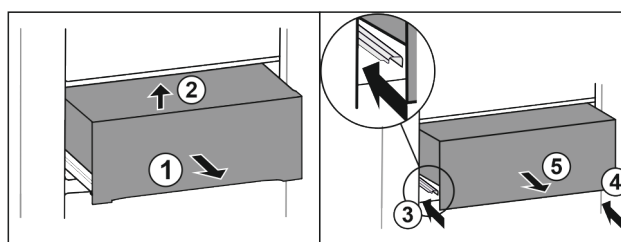

Fig. 31
- ▶ Extrageți pe jumătate sertarul Fig. 31 (1).
- ▶ Ridicați în față Fig. 31 (2).
- ▶ Inșerați șina din stânga Fig. 31 (3).
- ▶ Inșerați șina din dreapta Fig. 31 (4).
- ▶ Extrageți sertarul spre înainte Fig. 31 (5).